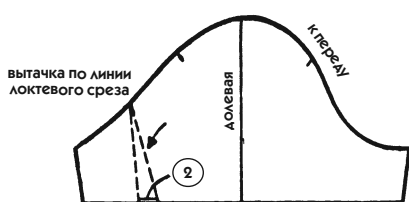

Рис. 205
1. Переснимите чертеж классического короткого рукава и перенесите на него линию локтевого среза (на рис. 205 она показана мелкой пунктирной линией).